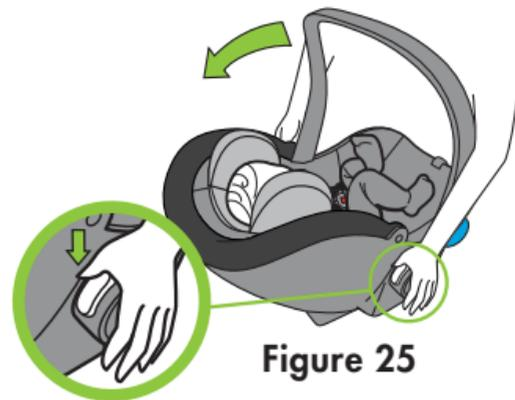

Figure 25
- Appuyez sur les deux boutons de réglage de la poignée de transport et faites pivoter la poignée jusqu'à ce qu'elle se verrouille dans la position souhaitée, comme indiqué à la **Figure 25**.